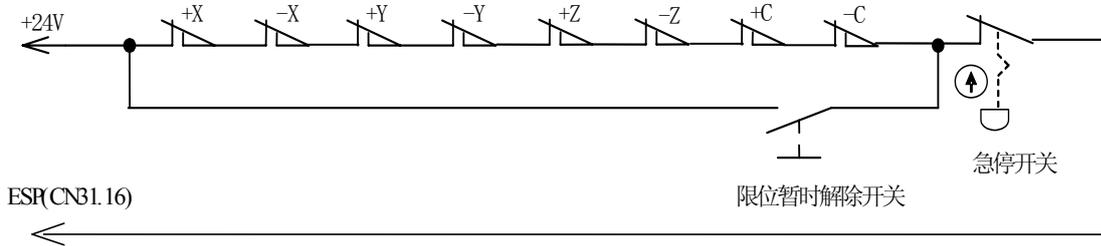

图4.33 急停开关连接
① 使用急停作为行程限位的连接，连接方式如下图 4.33 所示：